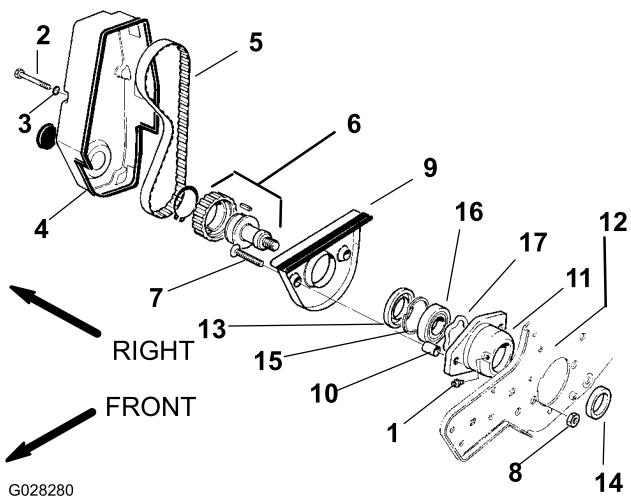
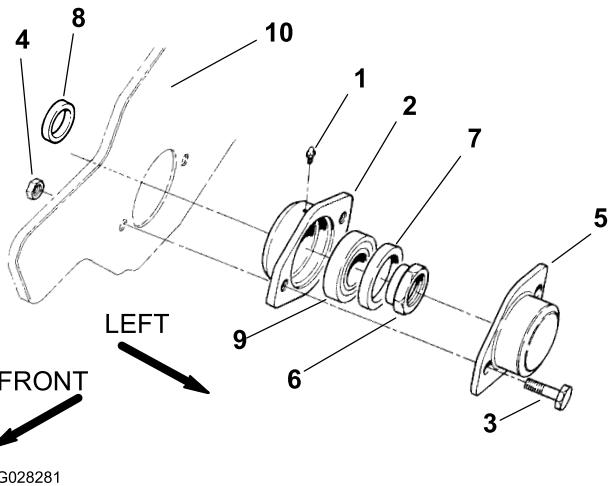

図1
図2
図1。
図2。
- プーリ駆動アセンブリ 図1 に1/2インチのソケットレンチを入れてアセンブリをリール駆動シャフトから外す。この時にリール駆動シャフトからベアリングロックナット 図2 を外す。
- 六角レンチを使って、ベアリングハウジングから、両方の平頭ねじ、グルーマームカバー、両方のカバー間座を外す 図1。
- 両方のベアリングハウジングからグリスフィッティングを外す 図1 と 図2。
- フレームとリールから両方のベアリングハウジングを引き出し 図1 と 図2 で芝刈り機からリールを取り外す。
3. フレームを通して、リールシャフトに右側ベアリングハウジングを取り付ける図 1。
4. フレームを通して、リールシャフトに左側ベアリングハウジングを取り付ける 図2。
5. 平頭ねじとナットを締め付けて右側ベアリングハウジングをフレームに固定する 図1。
6. ベアリングロックナット 図2 をリールシャフトに締め付けながら、プーリ駆動アセンブリ 図1 をリールに締め付ける。アセンブリとナットを $68\text{Nm } 6.9\text{kg}\cdot\text{m} = 50\text{ft-lb}$ にトルク締めする。
8. ベアリングカバーをハウジングにセットし、キャップスクリュとナットでフレームに固定する 図2。
10. 芝刈り機にリール駆動カバーを取り付けるロックワッシャ 4枚とキャップスクリュを使用する 図1。
11. 両方のベアリングハウジングにグリスフィッティングを取り付け、リチウム系の汎用グリスを注入する 図1 と 図2。